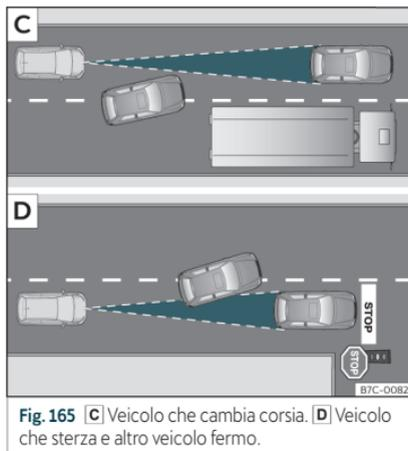

Fig. 165 **C** Veicolo che cambia corsia. **D** Veicolo che sterza e altro veicolo fermo.
- Veicoli che cambiano corsia sulla quale state circolando a breve distanza dal vostro veicolo» **fig. 165 C**.
L'ACC non rileva veicoli fermi. Se, ad esempio, un veicolo rilevato dall'ACC effettua una svolta o si sposta e di fronte ad esso si trova un veicolo fermo, l'ACC non reagirà a tale veicolo»» **fig. 165** [D].